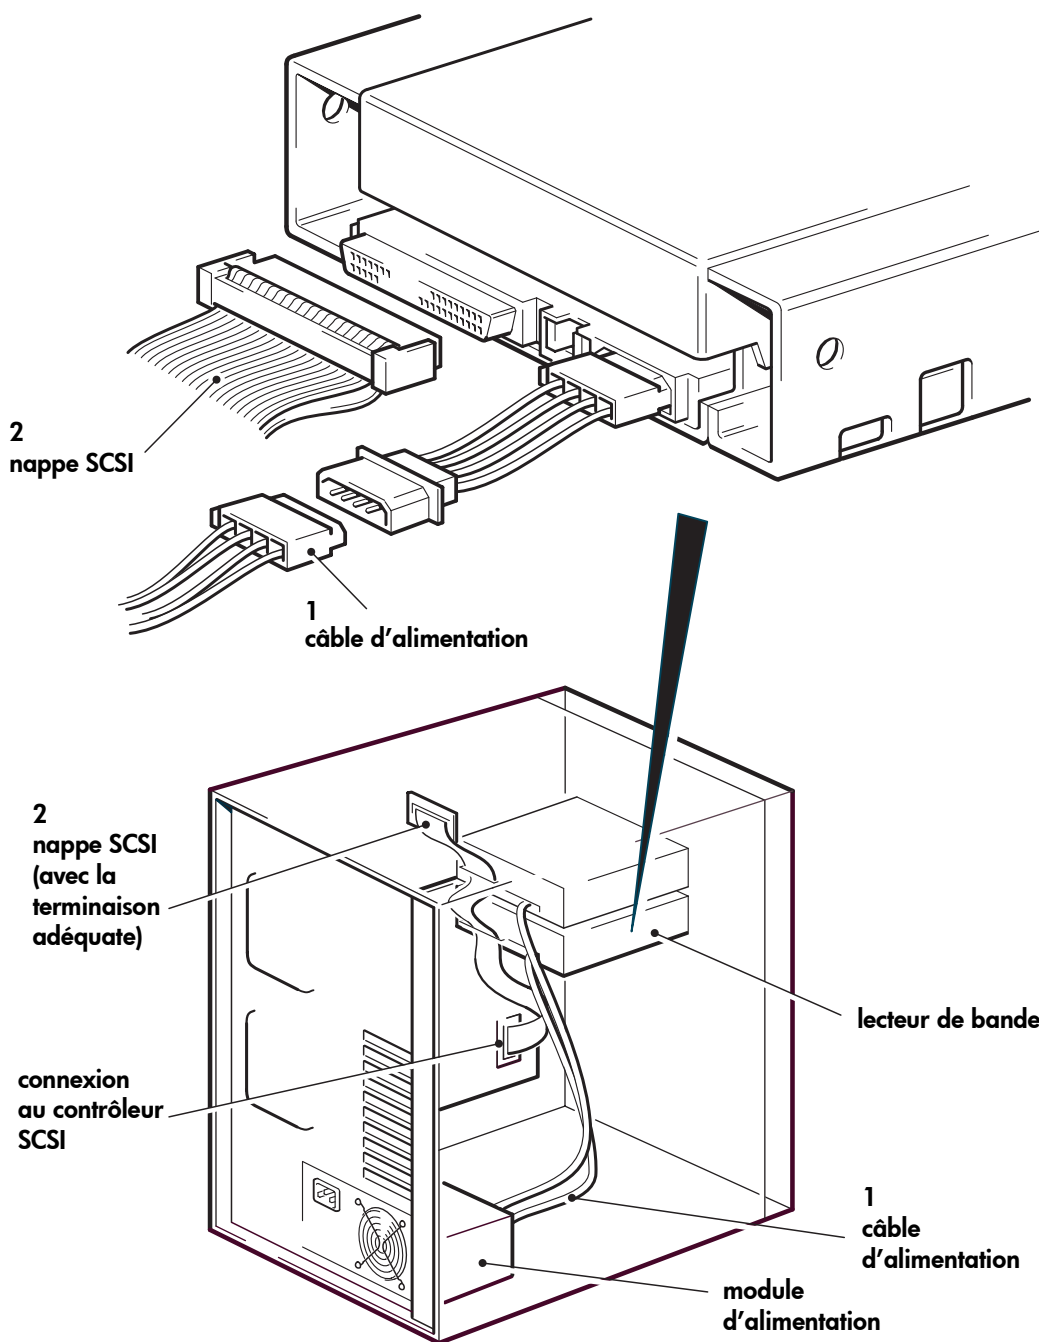

Figure 8 : connexion du câble d'alimentation et du câble SCSI
- 1 Branchez un câble d'alimentation libre provenant de l'alimentation interne du serveur sur le connecteur d'alimentation, comme le montre la figure 8 (point1).
- 2 Branchez un connecteur disponible sur le bus SCSI intégré du serveur ou sur la nappe SCSI de l'adaptateur de bus hôte sur le connecteur SCSI du lecteur, comme indiqué à la figure 8, (point 2).
Par conséquent, si l'adaptateur hôte est le premier périphérique du bus, vous devez vous assurer que la deuxième terminaison est placée après le dernier périphérique, comme indiqué dans la figure 8 (point 2).